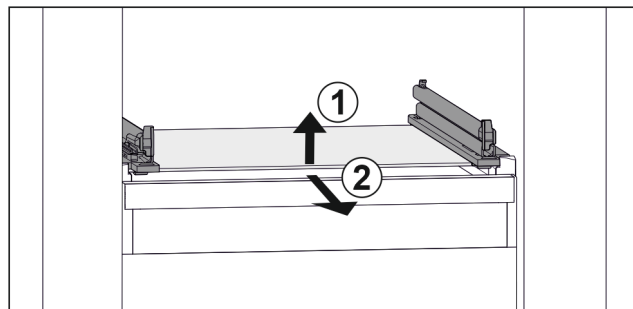

Fig. 26 Exemple de représentation de la tablette en verre
- Soulever la tablette en verre par l'avant. Fig. 26 (1)
- Retirer la tablette en verre par l'avant. Fig. 26 (2)